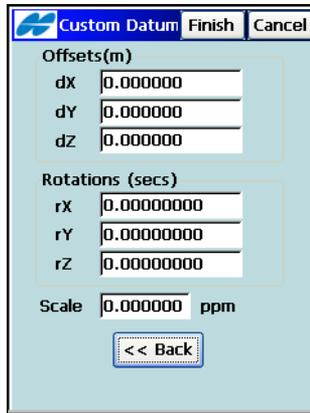

Abbildung 4-90. Parameter des eigenen Datums
4. Legen Sie im nächsten Fenster *Eigene Datums* (Abbildung 4-90 auf Seite 4-76) Offsets, Rotationen und Maßstab für das neue Datum fest. Tippen Sie abschließend auf **Ende**.